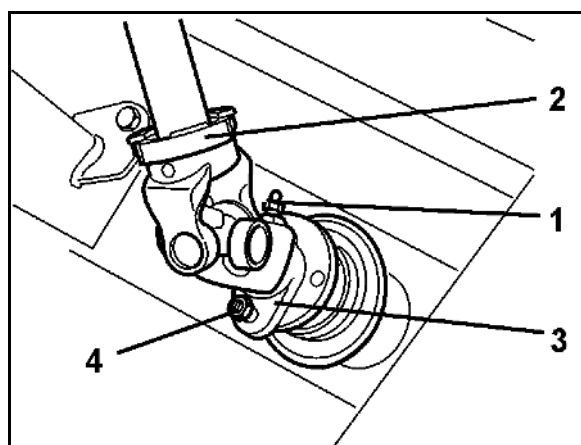

Fig. 96
2. Descargar los resortes (Fig. 96/1) soltando las tuercas (Fig. 96/2).